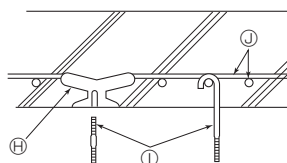

Рис. 2-5
② Железобетонные конструкции (Рис. 2-5)